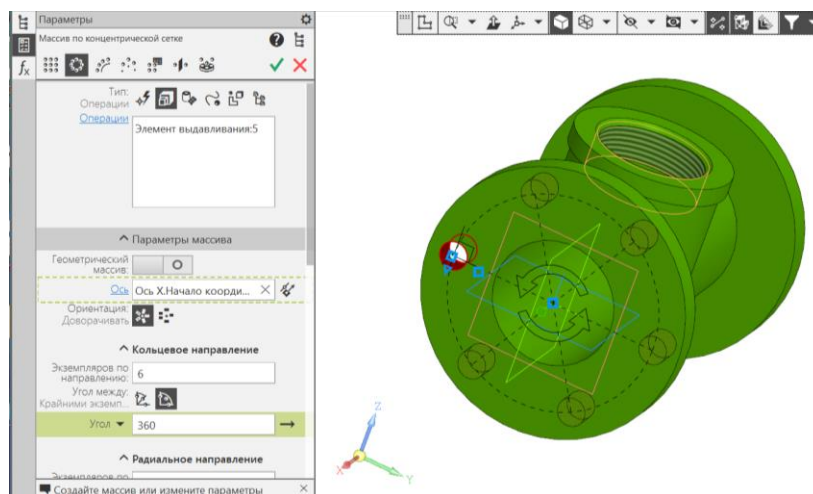

Рис. 16 Команда «Массив по концентрической сетке»
- **Твердотельное моделирование – Массив, копирование – Массив по концентрической сетке.** Параметры операции: элемент массива – Элемент выдавливания 5 (отверстие); Ось массива – ось X; количество элементов – 6; угол – 360° (рис. 16).